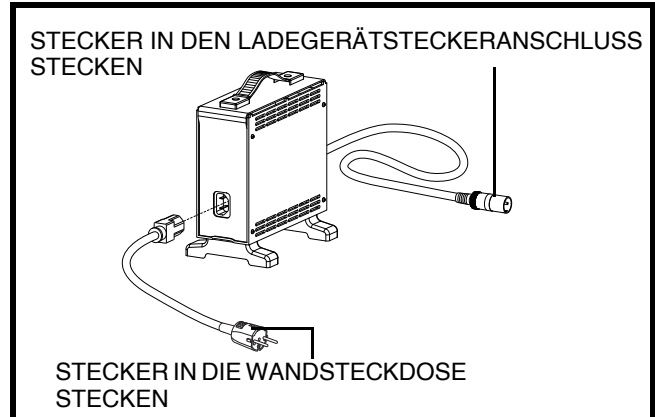

Abb. 12. Externes Ladegerät
4. Stecken Sie das 3 polige Ladekabel in den Ladegerätanschluss. **Siehe Abb. 12.**